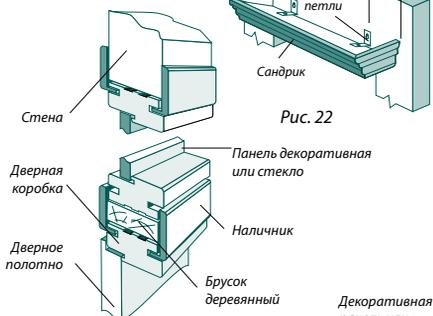

Рис. 24
8.1.4 Установить сверху дверного блока монтажный брус 36x70 мм (рис. 24).